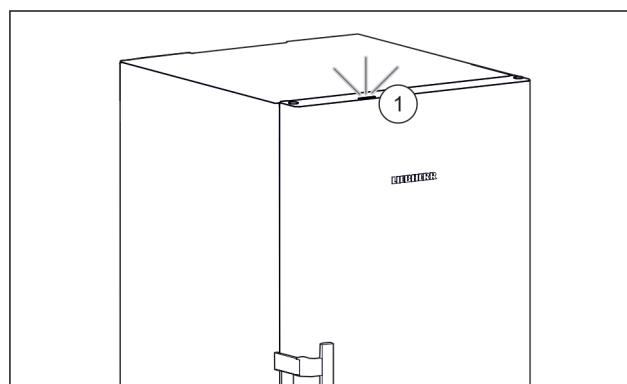

Fig. 36 Активная лампа статуса при закрытой двери
- Лампа статуса Fig. 36 (1) активирована.